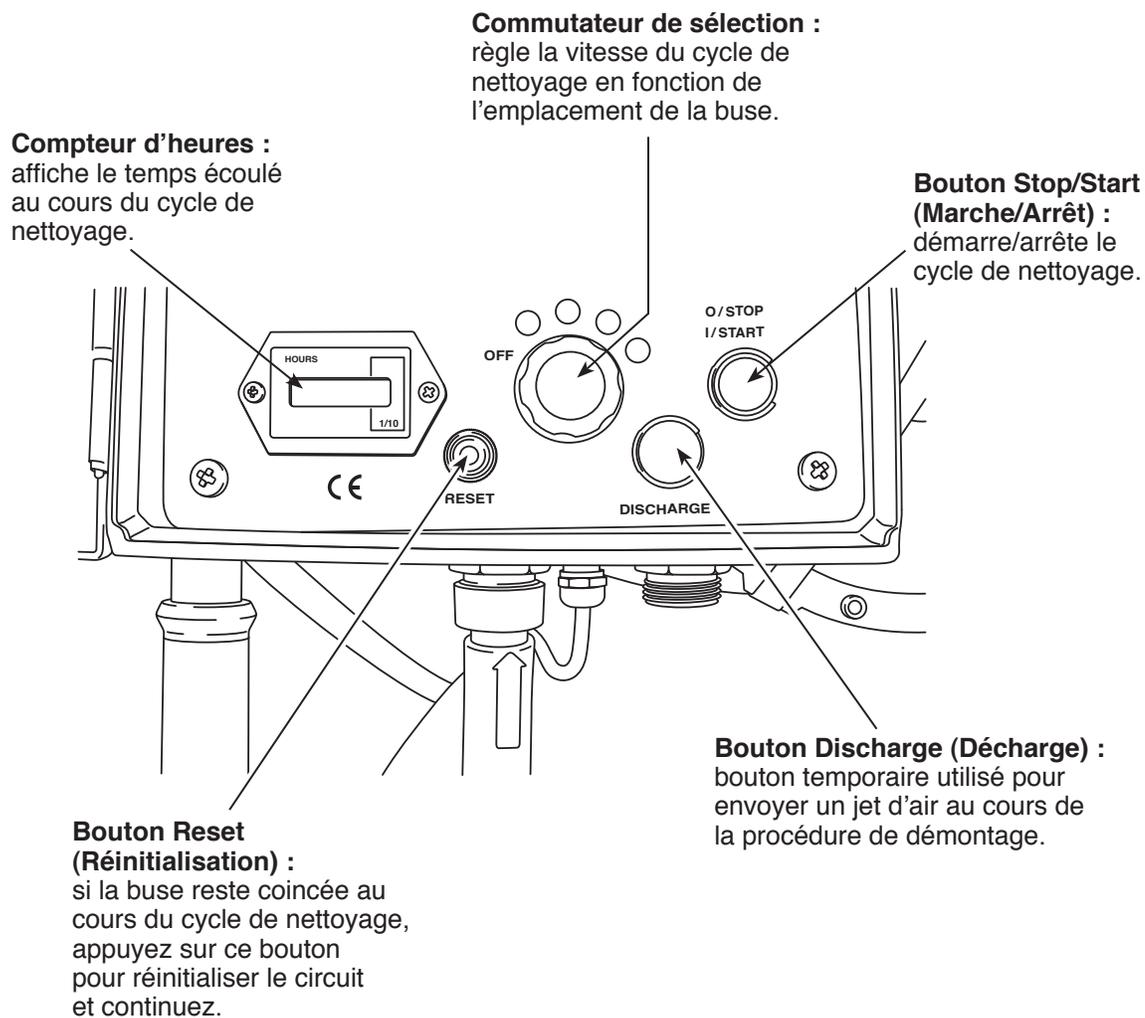

Figure 16
2. Reportez-vous à la Figure 16 pour en savoir plus sur les fonctions des boutons du panneau.